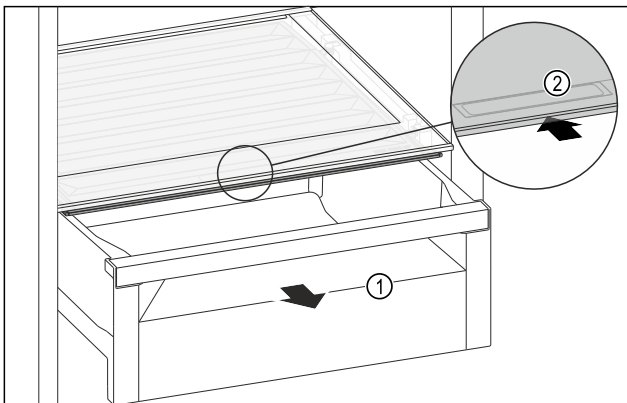

Fig. 152
- ▶ Извлеките выдвижной ящик Fig. 152 (1).
- ▶ Возьмитесь за утопленную ручку Fig. 152 (2) на крышке отделения и одновременно введите крышку отделения назад.